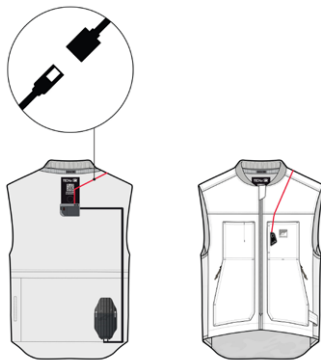

Abbildung 16
1. Greifen Sie auf die elektronische Steuereinheit (3) zu, die sich in der Tasche auf der Rückseite des Systems befindet. Um auf die Tasche zuzugreifen, öffnen Sie die Weste mit Hilfe des Reißverschlusses und der Klettverschlüsse an der Innenseite der Weste.
2. Trennen Sie das Kabel für die Stromversorgung der LED-Anzeige (2), wie in Abbildung 16 dargestellt.